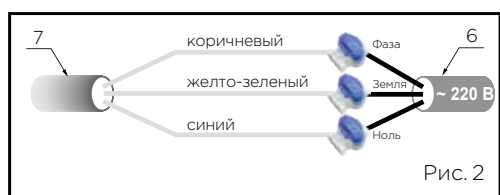

Рис. 2
- подключить провод 7 к питающему проводу 6 (соблюдая требования по цветному подключению проводов: РЕ-ЗЕМЛЯ - желто-зеленый; L-ФАЗА - коричневый; N-НОЛЬ - синий) через три соединителя Scotchlok 314 8, используя ручной инструмент - пассатижи переставные (рис. 2);